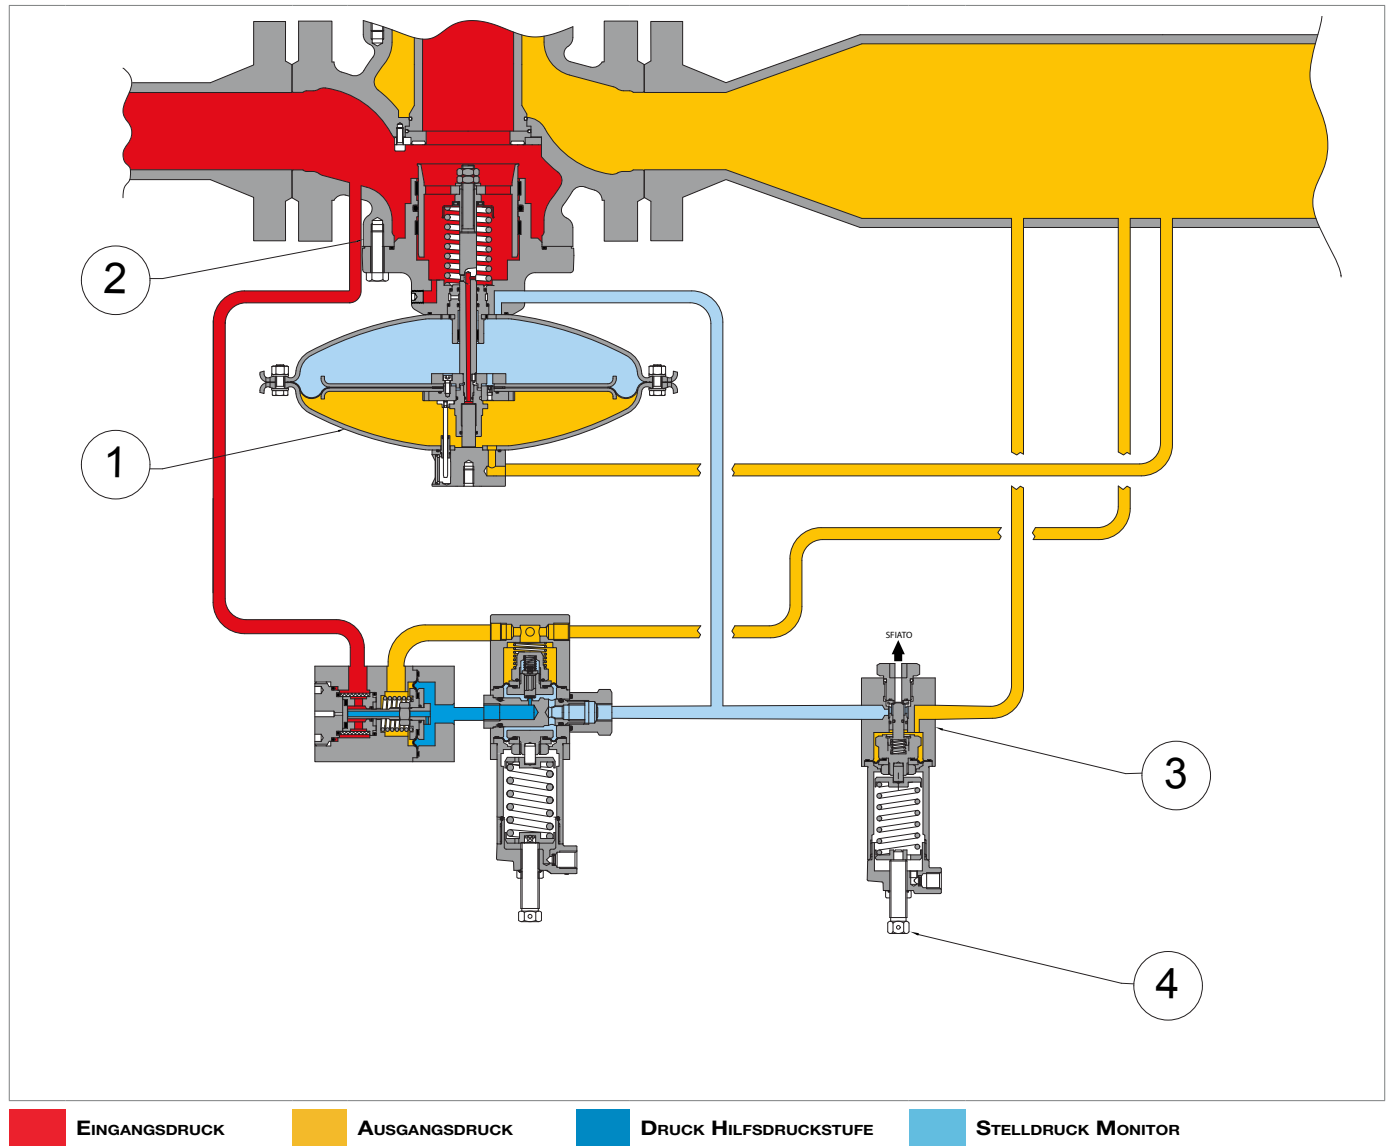

Abb. 4.10. Schließbeschleuniger M/A
- M/A (3, Abb. 4.10), bei einem Ausgangsdruck (Pd) ab 0,55 bar.
- der Einstellschraube (4, Abb. 4.10) für das Ventil M/A
Abb. 4.10 zeigt den Schließbeschleuniger M/A.